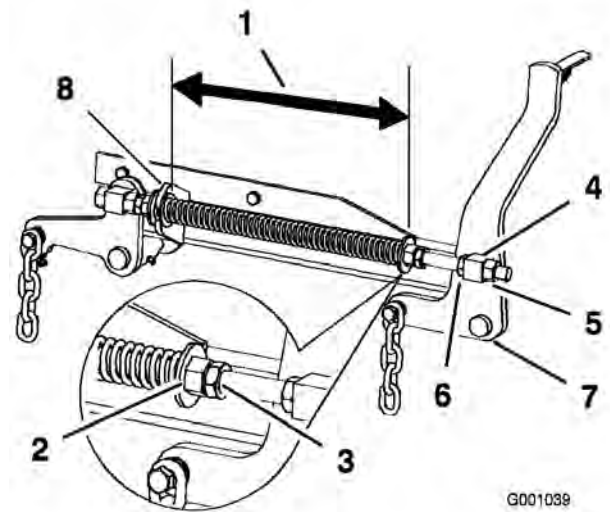

Figure 63
2. Vérifiez que les deux grandes rondelles sont espacées de 28,2 cm (11-1/8 pouces) pour les plateaux de coupe de 52 pouces, et de 26,7 cm (10-1/2 pouces) pour les plateaux de coupe de 60 pouces (Figure 63).
3. Réglez cette distance en desserrant l'écrou de blocage du ressort et en tournant l'écrou devant chaque ressort (Figure 63).
4. Bloquez l'écrou en position en serrant l'écrou de blocage du ressort (Figure 63).